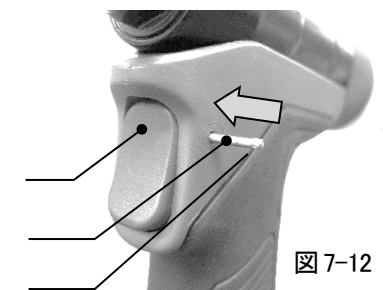

図 7-12
- 5) トリガーを装着し、トリガーピンのセレーション手前とし、ツール左方向より挿入、ハンマーにてやさしく叩き込んでください。(図 7-12)
(図 7-12) トリガー